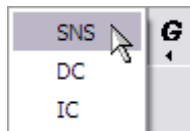

Рис. 2.46
2. В левой части вкладки **Схема кодирования** нажмите на кнопку **Группа**  и выберите из раскрывшегося списка **SNS** (Рис. 2.46).